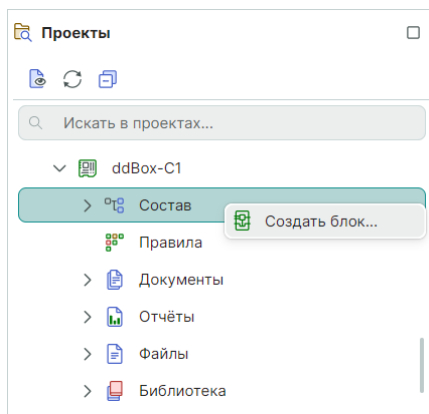

Рис. 246 Выбор активного проекта и создание блока
1. Выберите проект на панели «Проекты» и перейдите к узлу «Состав» см. Рис. 246.
2. Вызовите контекстное меню для узла «Состав» и выберите пункт «Создать блок...», см. Рис. 246.